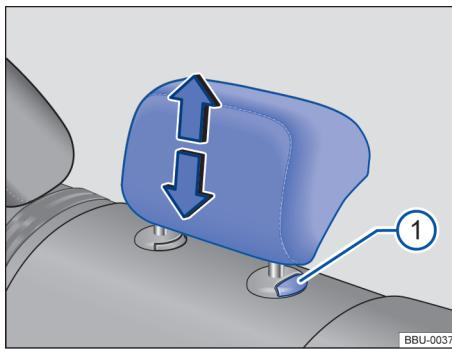

Fig. 82 Apoio para cabeça central traseiro: ajustar.
- Desloque o apoio para cabeça para cima ou, ao mesmo tempo que pressiona o botão → Fig. 82 ①, para baixo no sentido da seta correspondente →  em *Introdução ao tema* na página 94.